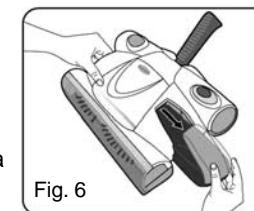

Fig. 6
1. Retirez le réservoir à poussière en le tirant directement du côté de l'appareil (fig. 6).